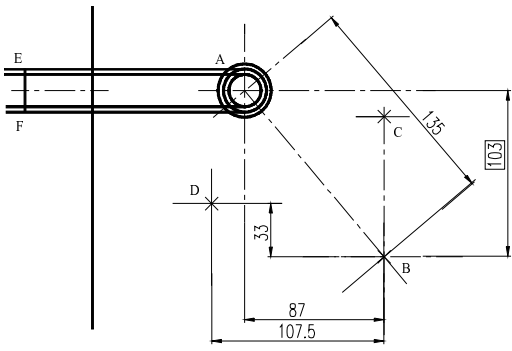

图 6-2-2
STEP 02 使用 Circle、Line 命令绘制支承部分，如图 6-2-2 所示。
指定下一点或 [放弃(U)]: // 选择一点，如图 6-2-2 所示